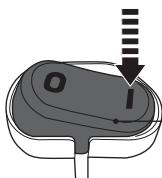

Fig. 19
- > Prima o interruptor On/off (16) para a posição I para ligar o produto (Fig. 19).